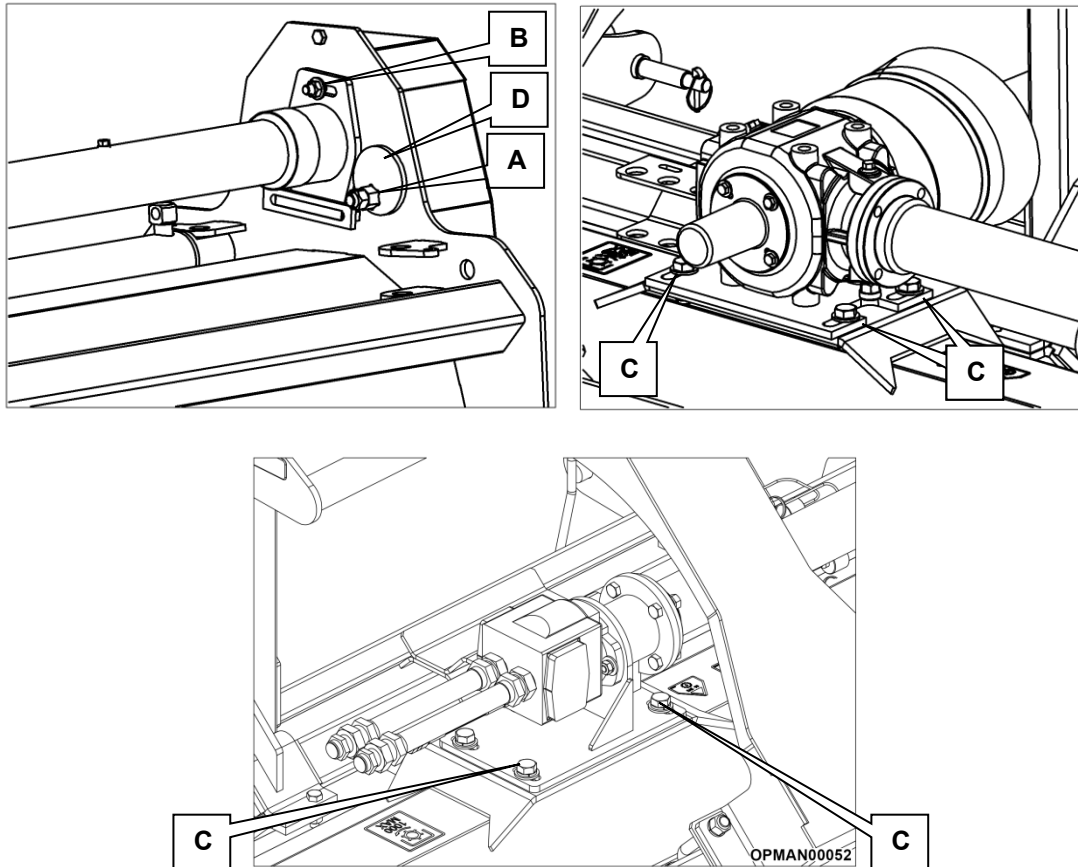

Рис. 6.7
Регулировка натяжения ремня производится путем ослабления регулировки стопорную гайку (А) и замедляя наполовину вал стопорный болт (В) вместе с четырьмя болтами крепления коробки передач (С), см Рисунок 6.7 ниже. Затем с помощью гаечного ключа на невыпадающей гайке (D) поверните кулачок (D), чтобы увеличить или уменьшить натяжение ремня, пока отклонение ремня не будет соответствовать требуемому измерению - см. Выше. Натяжение ремня следует выполнять, когда оно холодное. Затяните болты «В» и «С» и контргайку «А», когда натяжение ремня будет правильным.